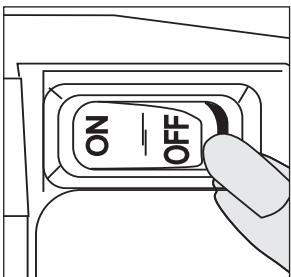

Figure 1
3. S'assurer que l'interrupteur principal est dans la position d'arrêt (Off) **Figure 1**. Déballer le cordon d'alimentation et le brancher dans une prise de courant murale appropriée (se reporter aux *Spécifications*). Brancher les modèles 5650H et 4650D dans une prise
1. Veiller à ce que l'interrupteur principal soit en position arrêt (OFF) (Figure 1) et dérouler le cordon d'alimentation.
9. Mettre l'interrupteur principal sur la position de marche (On) **Figure 1** pour démarrer le compresseur.